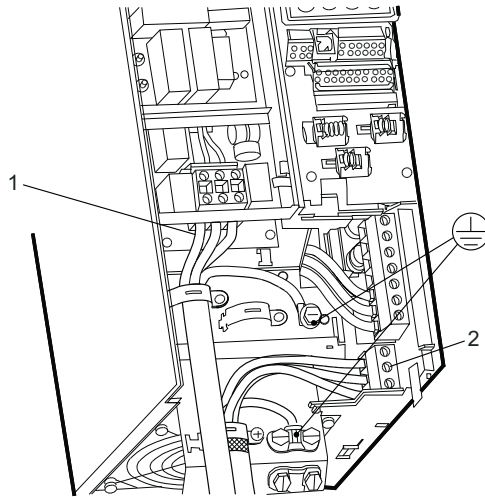

Fig. 25 Conexiones de red y del motor (carcasa B3)
1. Conecte el conductor de aterrizaje a la terminal 95 (PE). Consulte las figs. 25 y 26.
1. Conecte el conductor de aterrizaje a la terminal 99 (PE). Consulte las figs. 25 y 26.
2. Conecte los conductores del motor a las terminales 96 (U), 97 (V) y 98 (W).